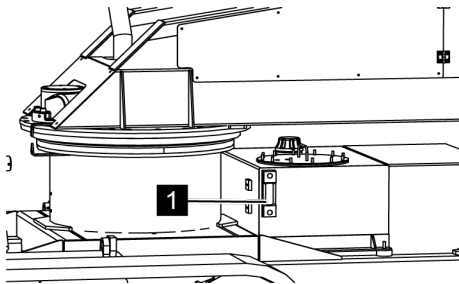

Fig. 163: Regard de l'huile hydraulique
5. ➤ Contrôler le niveau du regard (Voir la Fig. 163/1).